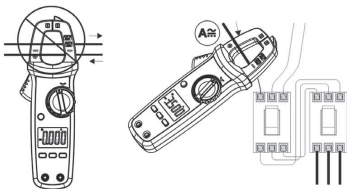

Рис. 2 Измерение силы переменного/постоянного тока
7.1 Измерение силы переменного/постоянного тока (см. рис. 2)